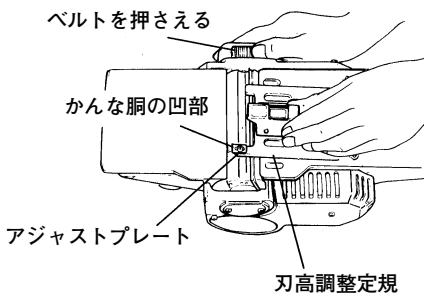
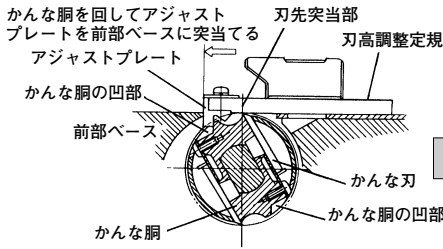

図 13
図 14
- (4) 刃高調整定規を持ち、その刃先突当部で刃先を押しながら、定規先端部のアジャストプレートをかんな胴の凹部に入れます。(図13, 図14)
- (5) ベルトでかな胴を前部ベース側に回し、アジャストプレートを前部ベースに突当てます。(図14)